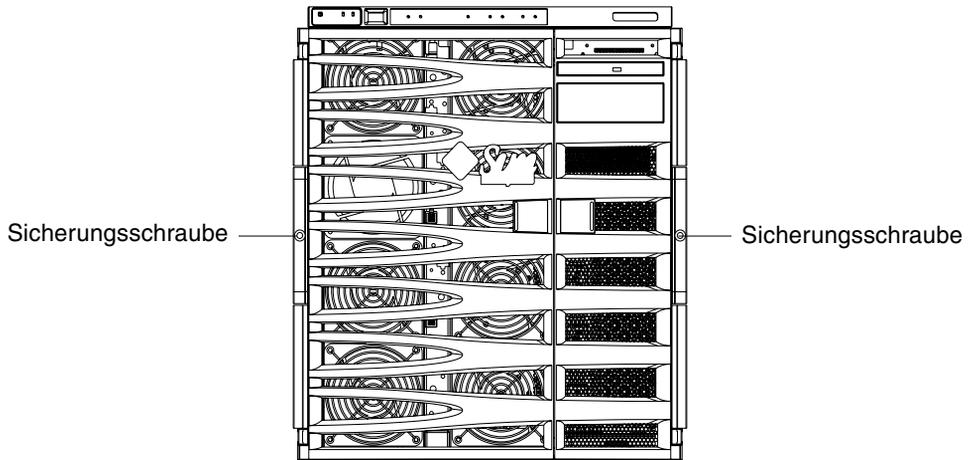

ABBILDUNG 1-12 Anziehen der Sicherungsschrauben
12. Befestigen Sie die beiden Sicherungsschrauben an der Vorderseite des Systems, um das System im Schrank zu sichern (ABBILDUNG 1-12).